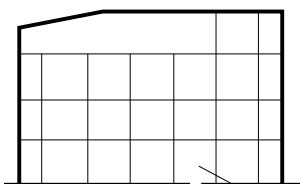

Figure 1
- la perpendiculaire à cet axe, en équilibrant les découpes des dalles en bordure (fig. 1 et 2).